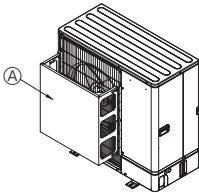

Fig. 2-5
- ② Si la unidad está situada en un lugar expuesto a vientos fuertes (como huracanes, etc.) que puedan entrar en la salida de aire, coloque una guía para salida de aire opcional. (Fig. 2-5)